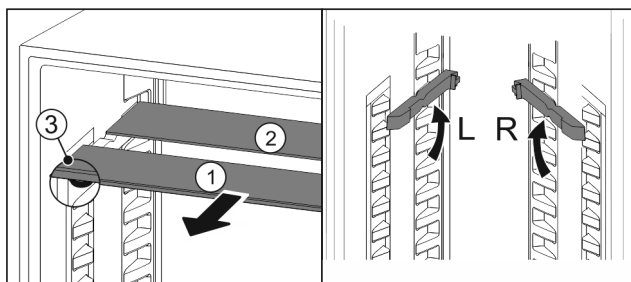

Fig. 121
- Vytiahnite sklené dosky jednotlivo dopredu Fig. 121 (1).
- ▷ Sklená doska Fig. 121 (1) s ozdobnou lištou leží vpredu.
- ▷ Zarážky Fig. 121 (3) ukazujú nadol.